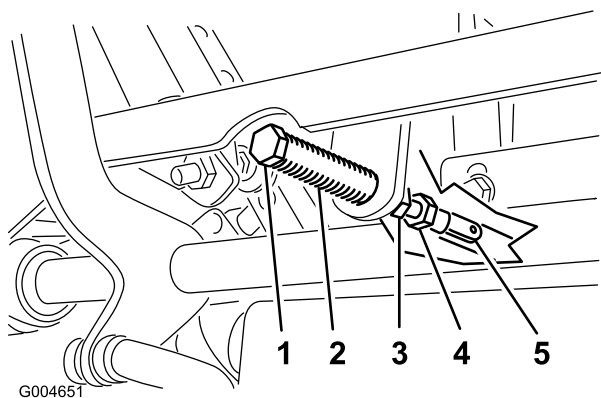

Bild 88
5. Ziehen Sie den Hebel zurück, bis der Lastösenbolzen (am Arm über der Gelenkwelle) das Schlitzende berührt (und soeben Druck auf die Feder ausübt), wie in **Bild 88** abgebildet.
7. Sollte eine Einstellung erforderlich sein, lockern Sie die Mutter und die Klemmmutter gegen das Joch (**Bild 88**).
8. Drücken Sie den Fahrtriebshebel leicht nach hinten, drehen Sie den Kopf der Einstellschraube in die entsprechende Richtung, bis der Schaltbügel Schalthebel in der ARRETIERTEN NEUTRAL-STellung zentriert ist (**Bild 88**).
9. Ziehen Sie die Mutter und die Klemmmutter an (**Bild 88**).
10. Ziehen Sie die Klemmmuttern an den Kugelgelenken fest (Bild 88).